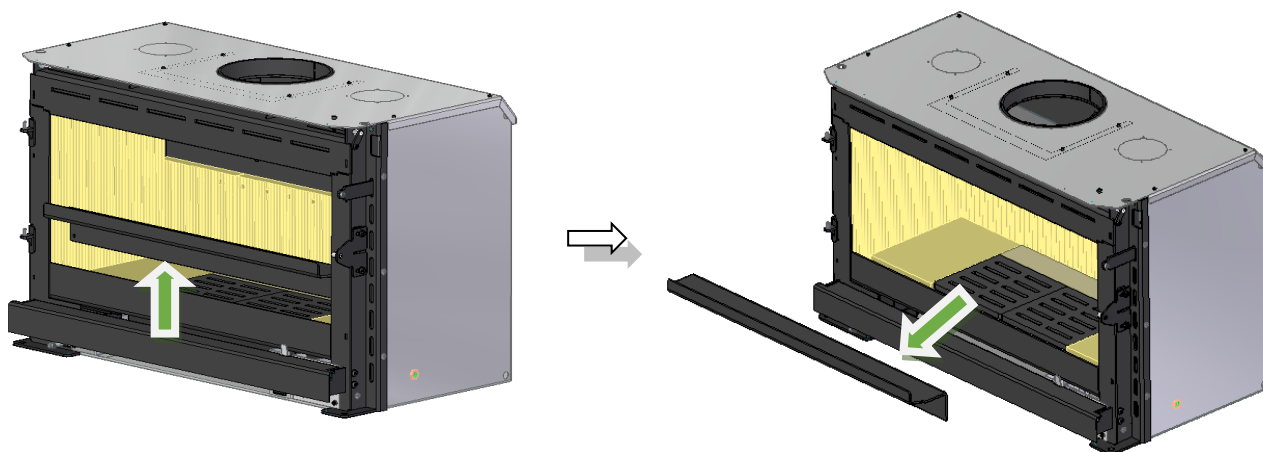

Figura 37 – Desmontaje del deflector de cenizas
1. Retire el deflector de cenizas desplazándolo hacia arriba, véase la Figura 37.